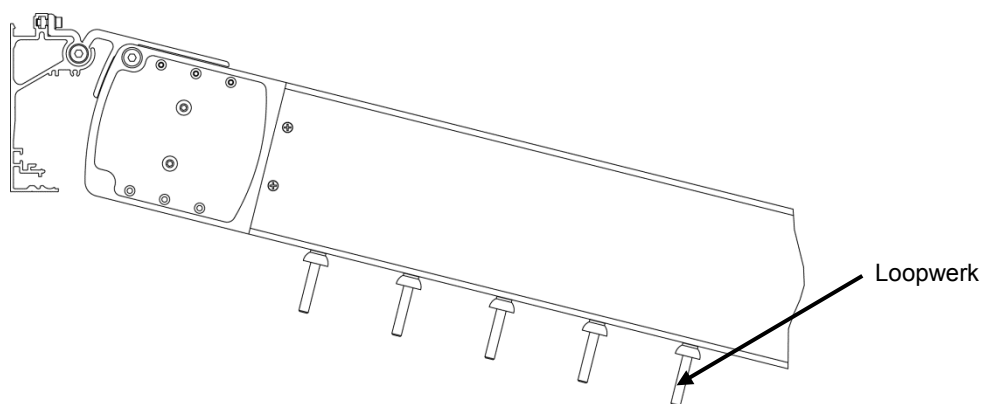

Afbeelding 6: Cilinderschroef M5 voor het verschuiven van het transportprofiel
- Lijn de transportprofielen zodanig uit dat deze evenwijdig verlopen en loodrecht op de dakgoot en het wandaansluitingsprofiel aansluiten. Verschuif zo nodig de transportprofielen zoals weergegeven op **afbeelding 6**.